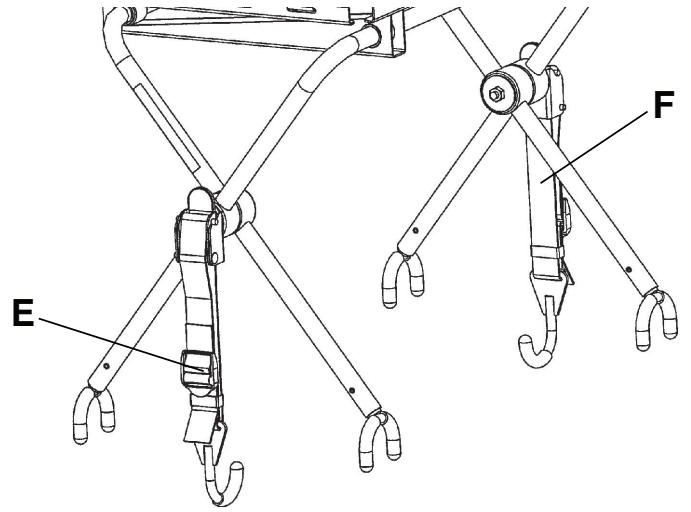

Afbeelding 27 – Plaatsing borghaak (model 6506 weergegeven)
6. Plaats de borghaak (C) onder het matrasdragerframe of de voeteneindebevestiging en druk de lip (D) aan de ene kant omhoog totdat deze vastklikt met een hoorbare klik (Afbeelding 27). Herhaal dit aan de andere kant. Voor met **Power-**